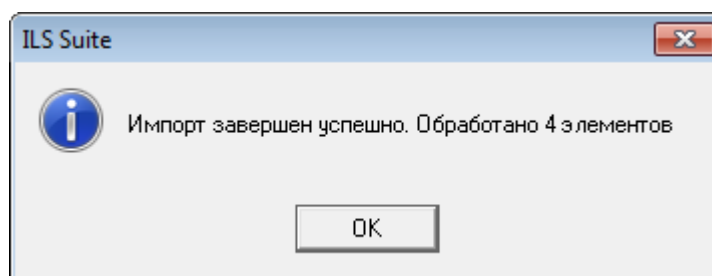

Рис. 9-105 – Информационное сообщение о завершении импорта
8) Для выполнения процедуры импорта нажать кнопку «Импорт». После его завершения откроется информационное окно, представленное на рис. 9-105. Нажать «ОК» для его закрытия. Загруженные данные отобразятся в рабочем окне справочника.